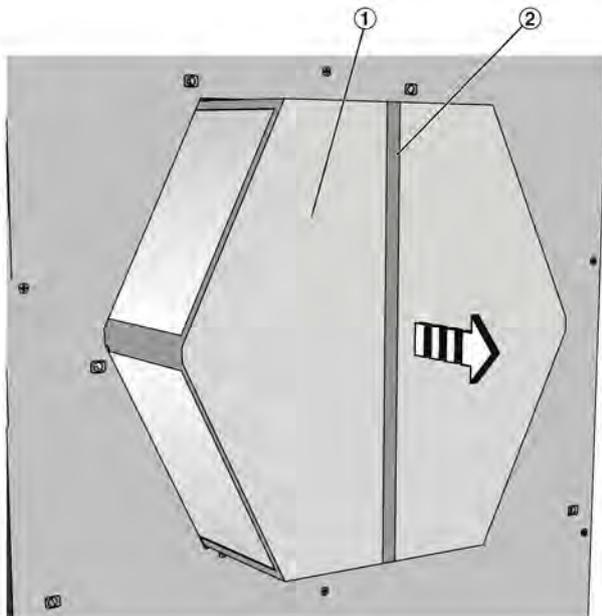

Abb. 31: Wärmerückgewinner demontieren
3. ▶ Wärmerückgewinner (Abb. 31 /1) an der Lasche (Abb. 31 /2) herausziehen.
Wärmerückgewinner (Abb. 31 /1) mit warmem Wasser (max. 40 °C) ausspülen (z. B. mit einem handelsüblichen Duschkopf).